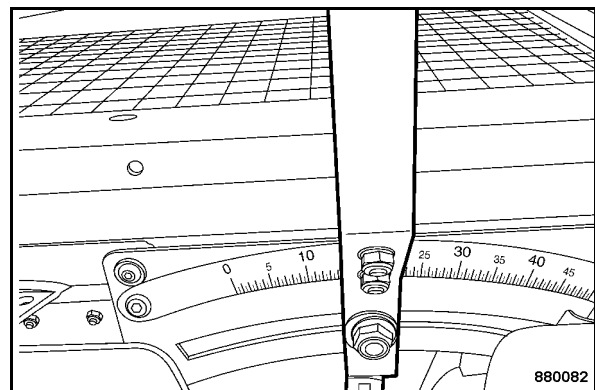

Fig. 100
- Régler la quantité d'épandage désirée au levier de réglage (Fig. 100).